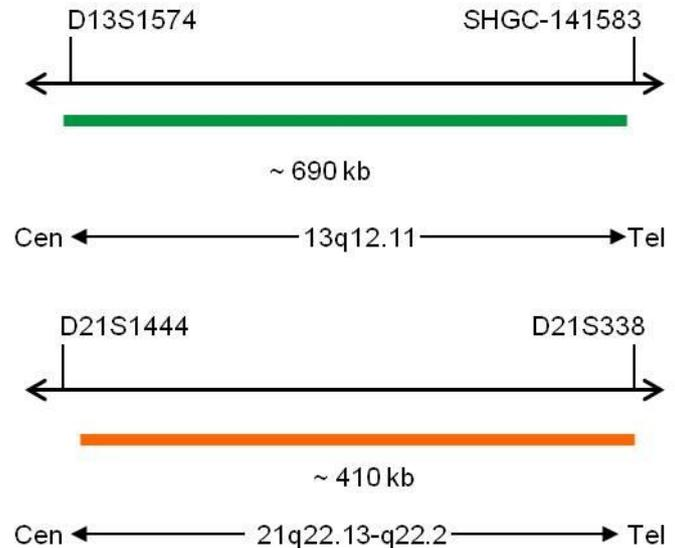

Fig. 1: Arriba: SPEC 13q12.11 Mapa de la sonda; abajo: SPEC 21q22.13-q22.2 Mapa de la sonda (no está a escala)
- Polinucleótidos marcados en verde (excitación a 503 nm/emisión a 528 nm) ZyGreen (~10,0 ng/μl), dirigidos a secuencias localizadas en 13q12.11* (chr13:20,200,365-20,892,494) (ver Fig. 1).
- Polinucleótidos marcados en naranja (excitación a 547 nm/emisión a 572 nm) ZyOrange (~4,5 ng/μl), dirigidos a secuencias localizadas en 21q22.13-q22.2* (chr21:39,372,983-39,784,773) (ver Fig. 1).